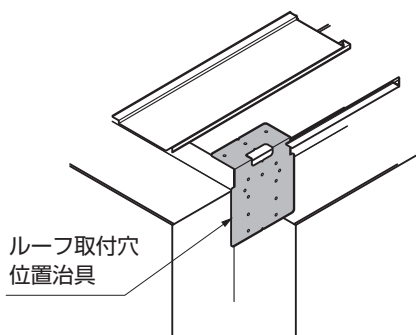
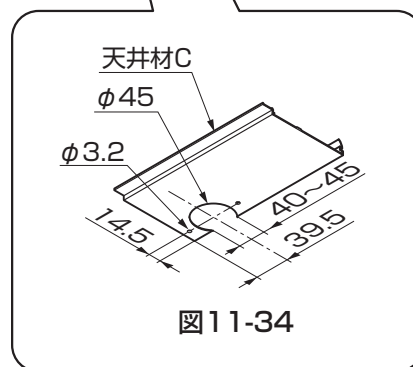

図11-33
図11-34
- ルーフ取付穴位置治具の折り曲げ部を樋の入隅部に突き当てると正確に位置出しができます。(図11-33参照)
- ②アタッチメントパッキンを雨樋アタッチメントに貼付けて樋に【6-1】で取付けてください。
- ③天井材Cの堅樋がつく位置を確定し、切欠きを現場加工してください。(図11-34参照)
- ④天井材を取付けてください。